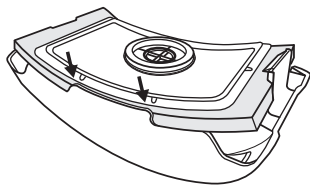

Fig. 7c
- Coloque el filtro con el empaque alrededor del filtro en la cubierta para filtro (Fig. 7c). Con cuidado apriete el empaque alrededor del filtro entre la parte superior de la cubierta para filtro y el ensamblaje del filtro.